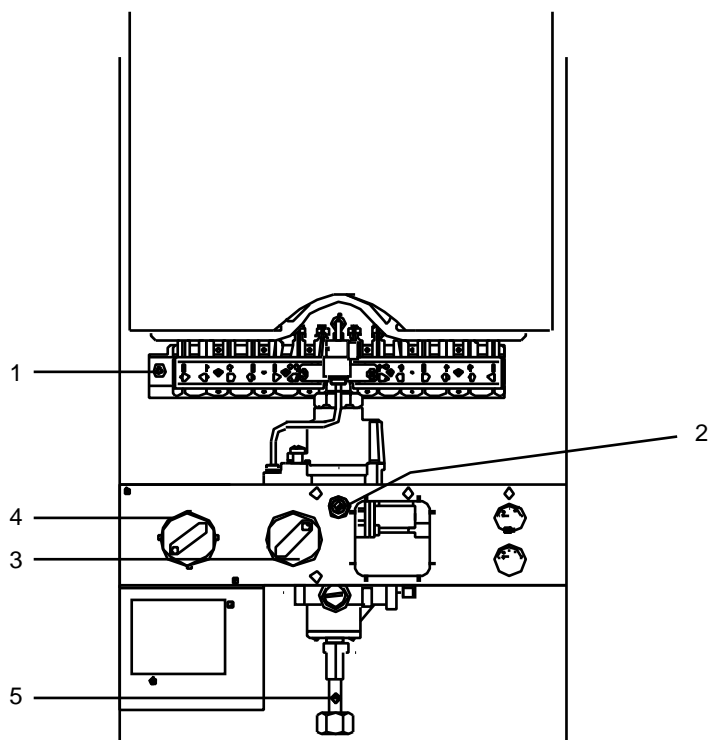

Рис. 10
- 2 Отвернуть заглушку (рис. 10, положение 1) и подключить U-образный манометр.
- 4 Регулятор температуры перемещают в позицию 7 (рис. 10, положение 4).
- 5 Давление в форсунке регулируется с учетом типа устройства и выбранной мощностью (см. данные 2 таблицы). Давление регулируется при помощи винта регулирования газа (рис. 10, положение 2): при повороте винта влево давление поднимается (больше газа), при повороте винта вправо давление понижается (меньше газа).
- 6 Перекрыть газовый кран, снять измеритель давления (манометр), завернуть винт (рис.10, положение 10).
7. Отвернуть винт (рис. 10, положение 5) и подключить U-образный манометр.
8. Открыть газовый кран и включить аппарат. Регулятор температуры переместить в позицию 7 (рис. 10, положение 4).
11. Перекройте газовый кран, отсоедините манометр, плотно заверните уплотняющий винт (рис. 10, положение 5).
- 1 Снять опломбированную крышку винта регулирования газа (рис. 10, положение 2).
- 3 Переместить регулятор температуры в позицию 7 (рис. 10, положение 4).
- 1 Снять винт измерения давления (рис. 10, положение 5), подключить U-образный манометр.
- 4 Перекрыть кран, снять манометр, плотно завернуть винт (рис. 10, положение 5).
- 6 Перекрыть газовый кран, снять манометр, плотно завернуть винт (рис. 10, положение 5).